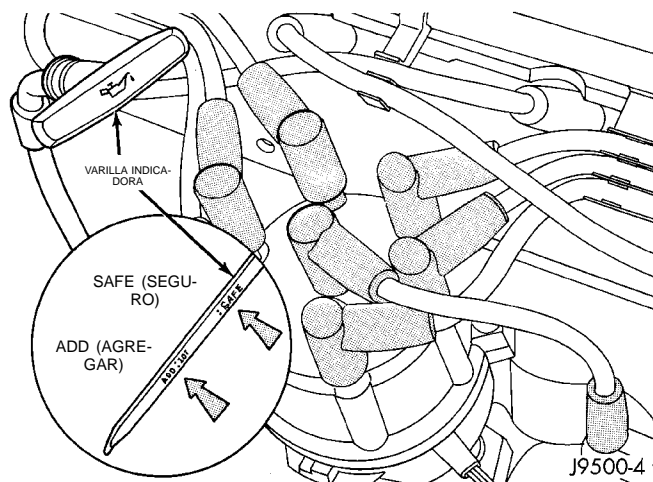

Fig. 8 Varilla indicadora del aceite del motor—Motor de 4.0L
table. Los niveles aceptables son los que se encuentran entre las marcas ADD (agregar) y SAFE (seguro) de la varilla indicadora del aceite del motor (Fig. 8).
(1) Coloque el vehículo sobre una superficie nivelada.
(2) Con el motor apagado, deje transcurrir aproximadamente diez minutos para permitir que el aceite se asiente en el fondo del cárter, y a continuación retire la varilla indicadora de nivel de aceite.
(3) Limpie la varilla indicadora.
(4) Instale la varilla indicadora y confirme que está asentada en el tubo.
(5) Retire la varilla indicadora, con la empuñadura por encima del extremo y realice la lectura del nivel de aceite (Fig. 8).
(6) Agregue aceite únicamente si el nivel está por debajo de la marca ADD de la varilla indicadora.